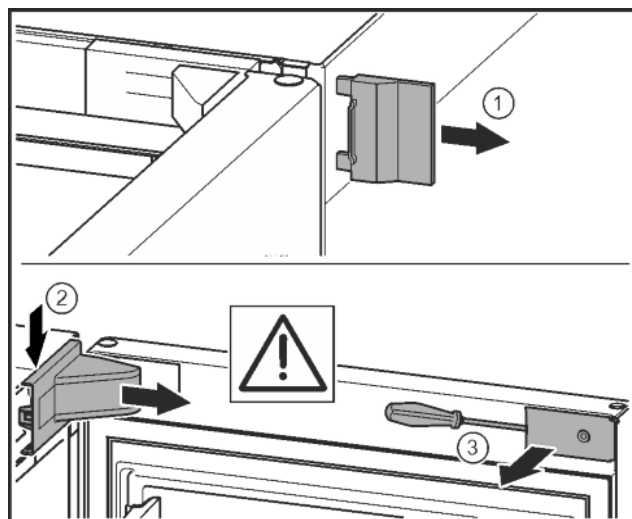

Fig. 7
- ▶ Зніміть зовнішню кришку. Fig. 7 (1)
- ▶ Звільніть і ослабте кришку опорного кронштейна. Зніміть кришку опорного кронштейна. Fig. 7 (2)
- ▶ За допомогою шліцевої викруткі звільніть від фіксатора та поверніть убік накладку. Fig. 7 (3)